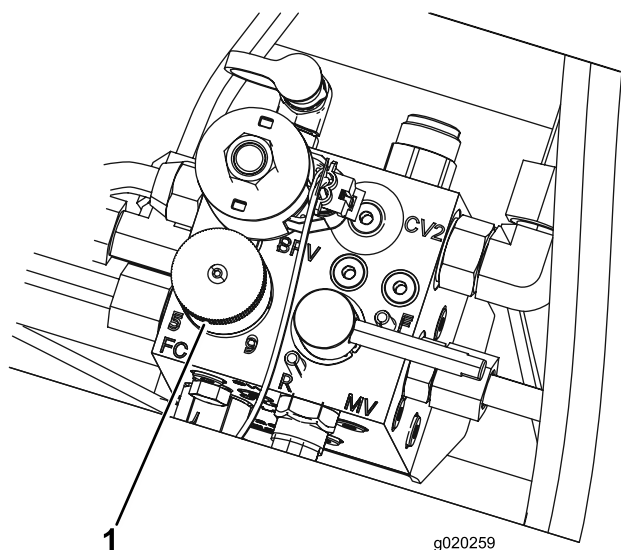

Figure 32
4. Pour régler la vitesse des cylindres, tournez le bouton (Figure 32) jusqu'à ce que la flèche soit en face du numéro correspondant au réglage voulu.